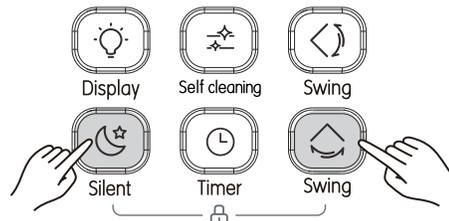

Figura 3.19
1. Presione y al mismo tiempo para bloquear el botón (consulte la Figura 3.19), y la pantalla mostrará el ícono del candado ;